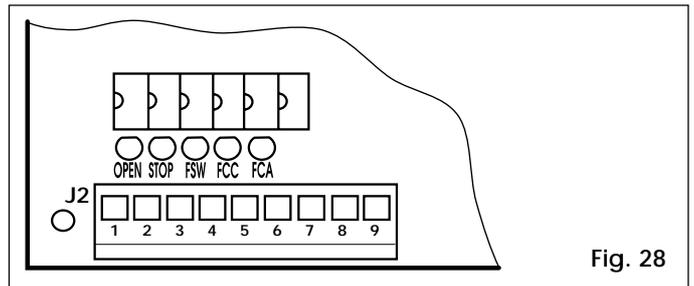

Fig. 28
⚡ Si le pont LK1 est sectionné, l'alimentation des accessoires à 24V~ n'est plus disponible (Fig. 28).
La carte présente 5 LED qui indiquent l'état des entrées du bornier: (voir Tabl.4 et fig.28):
- 6) Faire glisser la plaquette métallique sur la crémaillère dans le sens d'ouverture. Dès que la LED FCA de la platine électronique 844 MPSR (Fig.28) s'éteint, continuer de la faire glisser d'environ 45 mm et la fixer sur la crémaillère en serrant les vis.
- 8) Faire glisser la plaquette métallique sur la crémaillère dans le sens de fermeture. Dès que la LED FCC de la platine électronique 844 MPSR s'éteint (Fig. 28), continuer de la faire glisser d'environ 45 mm et la fixer sur la crémaillère en serrant les vis.